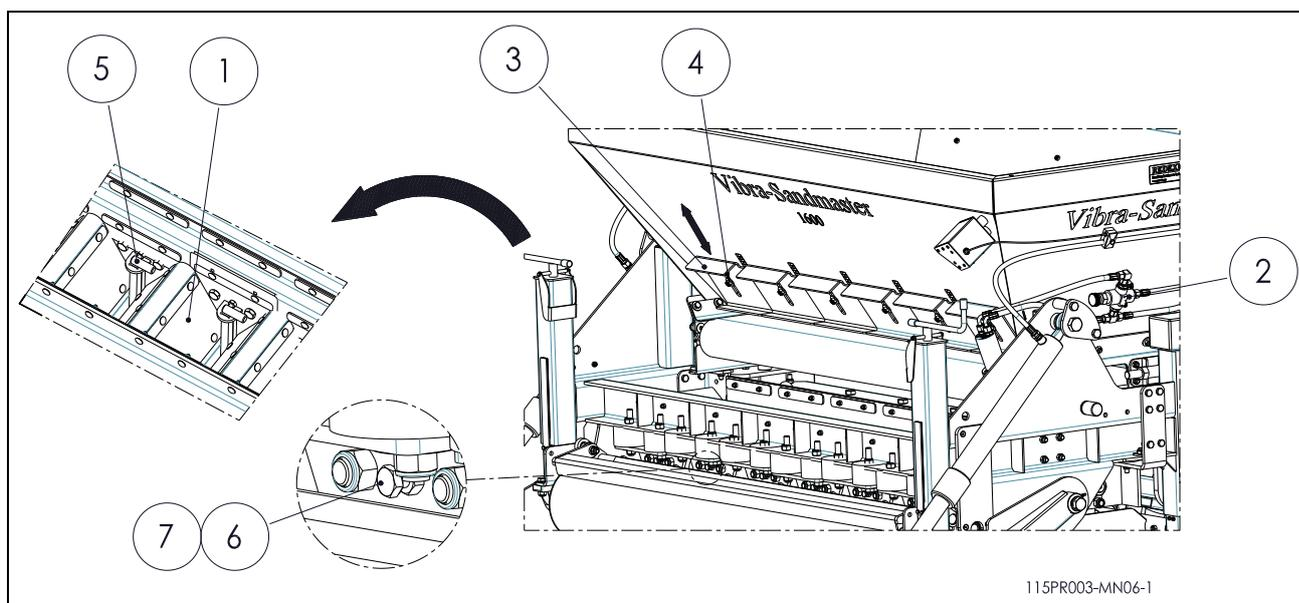

Fig.11
– **Ajuste controlando la velocidad de la cinta transportadora. (Fig.11)**
– **Ajuste por reja de arado de llenado. (Fig.11)**
– **Ajuste del pasador de reja. (Fig.11)**